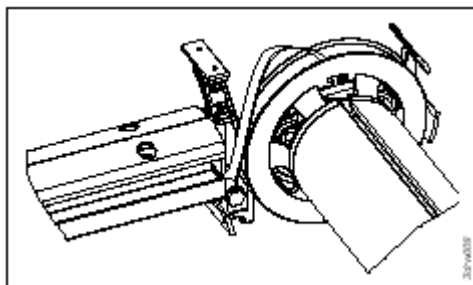

Bild 1: Ein- und Aushängen Texband
- Hängen Sie die alten Zugbänder aus den Zugscheiben aus (Bild 1). Sicherungs-Bandfeder in der Zugscheibe vorsichtig nach unten drücken mit einem Schraubendreher.
- Hängen Sie den kleinen Metallstift in die Ausklung der Zugscheiben ein (Bild 1).